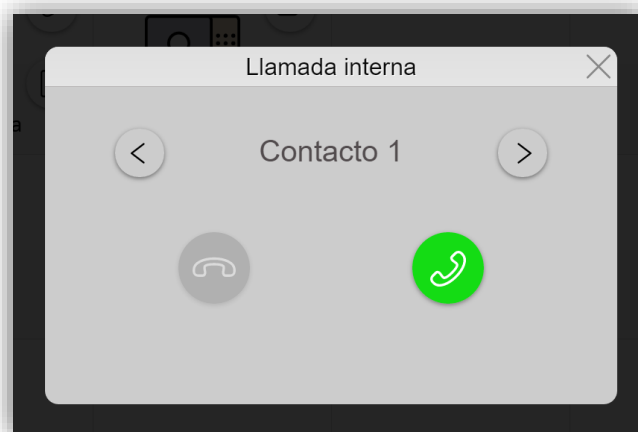

Figura 112. Agenda de contactos.
**Nota:** la interfaz de la Figura 112 también se mostrará en caso de que la opción **importar contactos** “desde la web” (ver sección 2.1.14.2) no sea habilitada y la lista de contactos sea configurada en ETS.